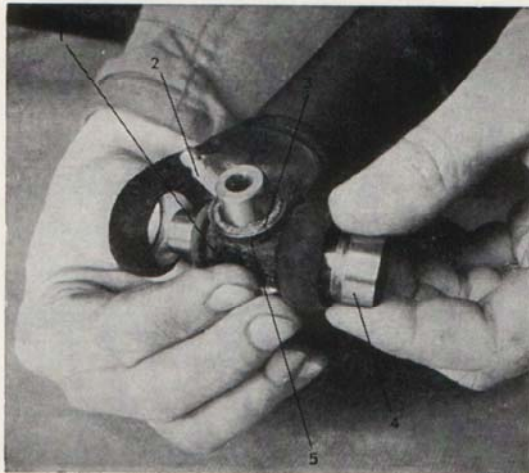

Bild 11. Hopsättning av kardanknut.
2. Sätt på nya korkpackningar (3, bild 11) och packningshållare (5) på axelkorsets tappar (korkpackningarna ytterst).
3. Träd i axelkorset (1) så att den kommer i samma läge som före demonteringen, bild 11. Se till att smörjnippeln (2) vändes som bilden visar!
4. Skjut över axelkorset åt etdera hållet så långt att nållagret (4) kan skjutas på tappen.